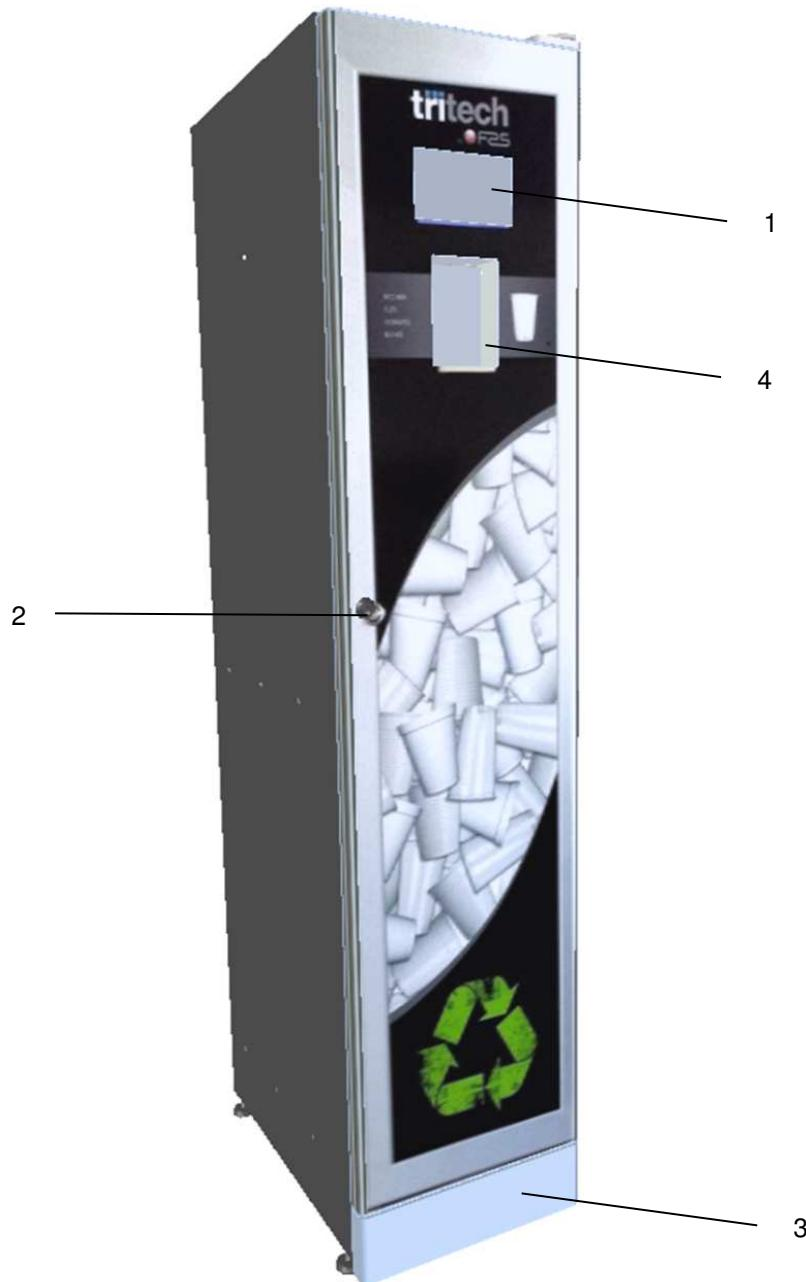

Fig. 3
2. Il display touch (rif. 1 fig. 3) si accende ; attendere fino a che non vi compare la scritta: “**INSERIRE BOTTIGLIA O LATTINA**” oppure “**INSERIRE BICCHIERE**”